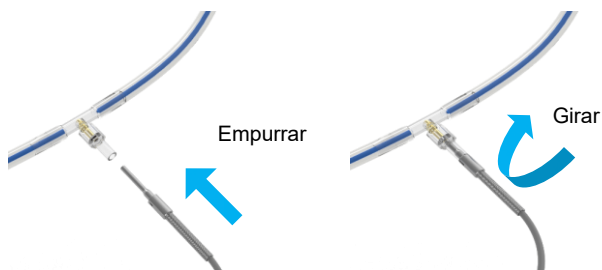

Figura 16 Conexão do sensor de temperatura ao conjunto de perfusão
- Conecte o sensor PV T2 azul à linha de perfusão da VP, Figura 16; ele está localizado na saída do reservatório do fígado.